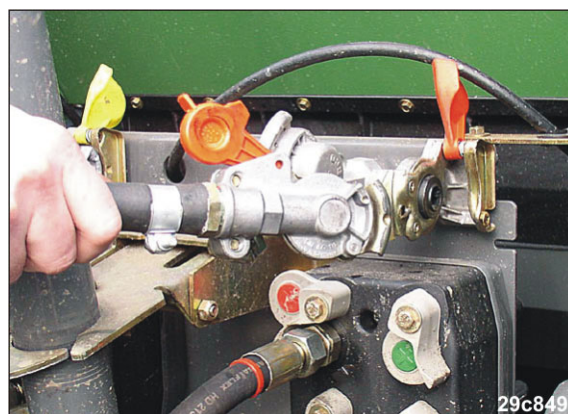

Fig. 137
2. Frakobl transportrørets koblingshoved (rødt) (Fig. 137).